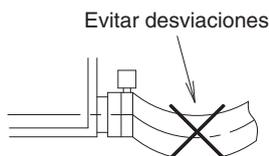

Fig. 27
- Evite que la manguera de drenaje (1) se desvíe dentro de la unidad interior. **(Refiérase a la Fig. 27)** (De lo contrario, podrían producirse gorgoteos.) (Si la manguera de drenaje (1) se desvía, se puede dañar la rejilla de succión.)